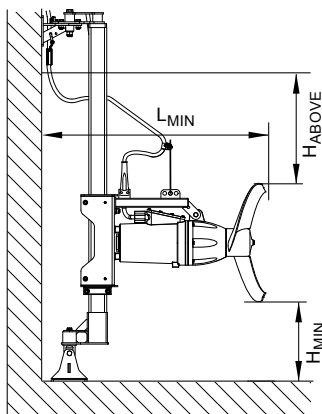

Рис. 3 Схема размещения мешалок
- Расстояние между краем лопасти пропеллера и дном резервуара, H_{MIN} на рис. 3, должно равняться половине диаметра пропеллера.
- SMG:** Расстояние от края лопасти пропеллера до поверхности жидкости, H_{ABOVE} на рис. 3, должно быть не менее диаметра пропеллера.
- SMD:** Расстояние от края лопасти пропеллера до поверхности жидкости, H_{ABOVE} на рис. 3 должно составлять не менее 1,5 диаметра пропеллера.
- Расстояние между краем лопасти пропеллера и стенкой позади мешалки, L_{MIN} на рис. 3, должно составлять не менее 1,4 диаметра пропеллера.